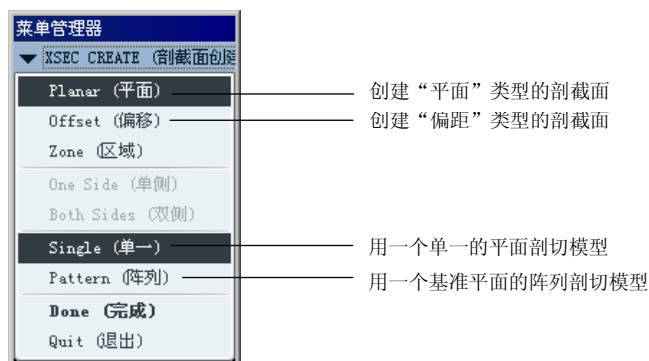

图 9.3.4 “剖面创建”菜单
Step4. 选择截面类型。在弹出的图 9.3.4 所示的菜单管理器中, 选择默认的 **Planar (平面)** → **Single (单一)** 命令, 并选择 **Done (完成)** 命令。